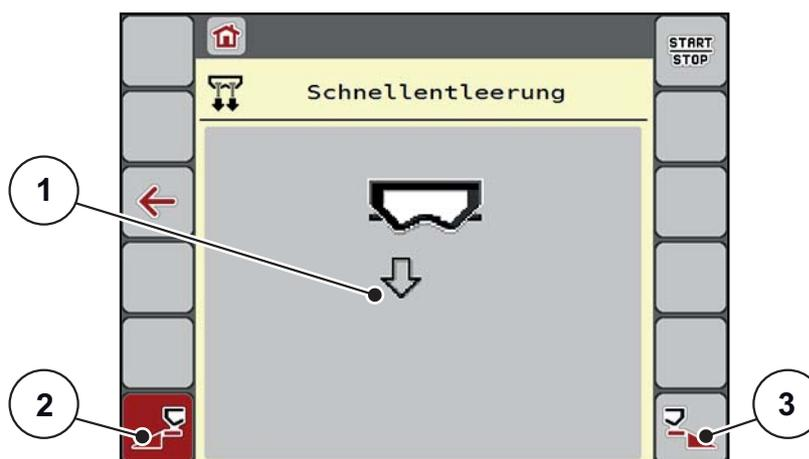

Bild 4.13: Menü Schnellentleerung
- ▷ Das Display zeigt die gewählte Teilbreite als Symbol (Bild 4.13, Position [2]).